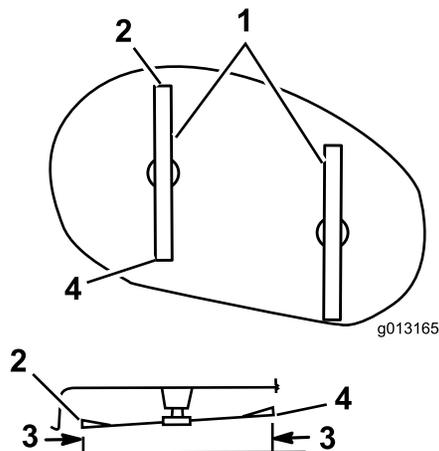

Figure 46
Tournez prudemment les lames pour faire passer les pointes avant à l'arrière (Figure 46).
7. Mesurez la distance entre la pointe avant de la lame gauche et la surface plane (Figure 46).